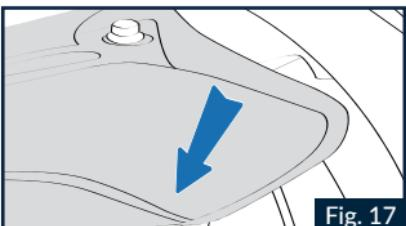

Fig. 17
1.3 Extraiga la lengüeta trasera del acolchado de confort de la almohadilla lateral izquierda del intersticio presente entre la junta trasera y la calota interna de poliestireno; luego extraiga completamente el acolchado de la almohadilla lateral del casco (Fig. 17).
6.1 Introduzca la lengüeta trasera del acolchado de confort de la almohadilla lateral izquierda en el intersticio presente entre la junta trasera y la calota interna de poliestireno (Fig. 17).